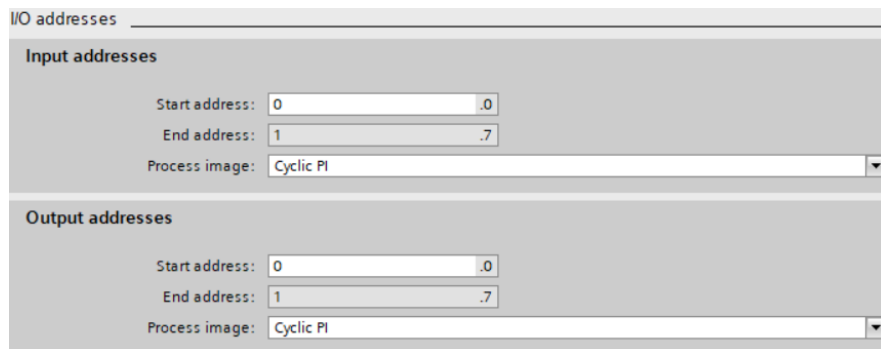

Рисунок 3.16 – Налаштування початкової адреси сигнальної плати (SB) DI/DO
*Конфігурація сигнального модуля (SM) або сигнальної плати (SB)* (див. рис. 3.16)